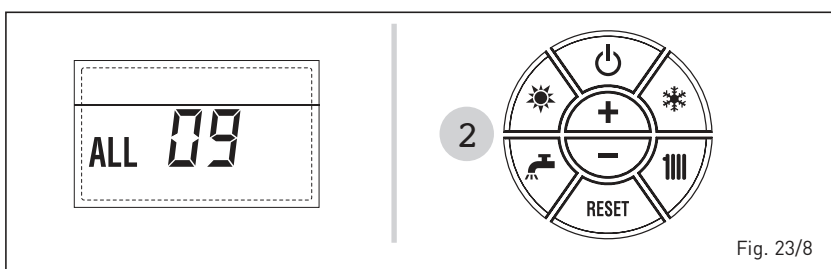

Fig. 23/8
- ANOMALIA SONDA ANTIGELO SIFONE "ALL 10" (fig. 23/9)